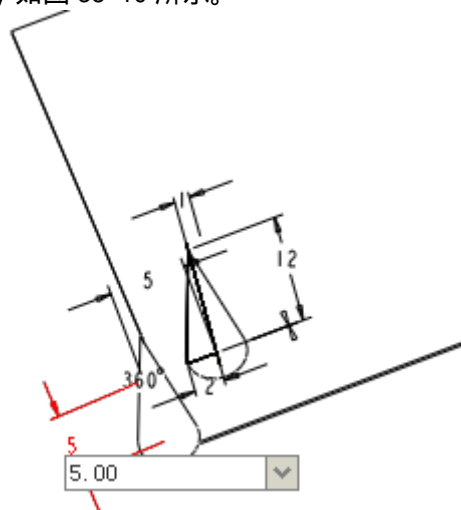

图 38-10
- (3) 在特征操控板中，激活第二方向的阵列尺寸，在模型中选择尺寸“5”，在弹出的文本框中输入“5.0”，如图 38-10 所示。